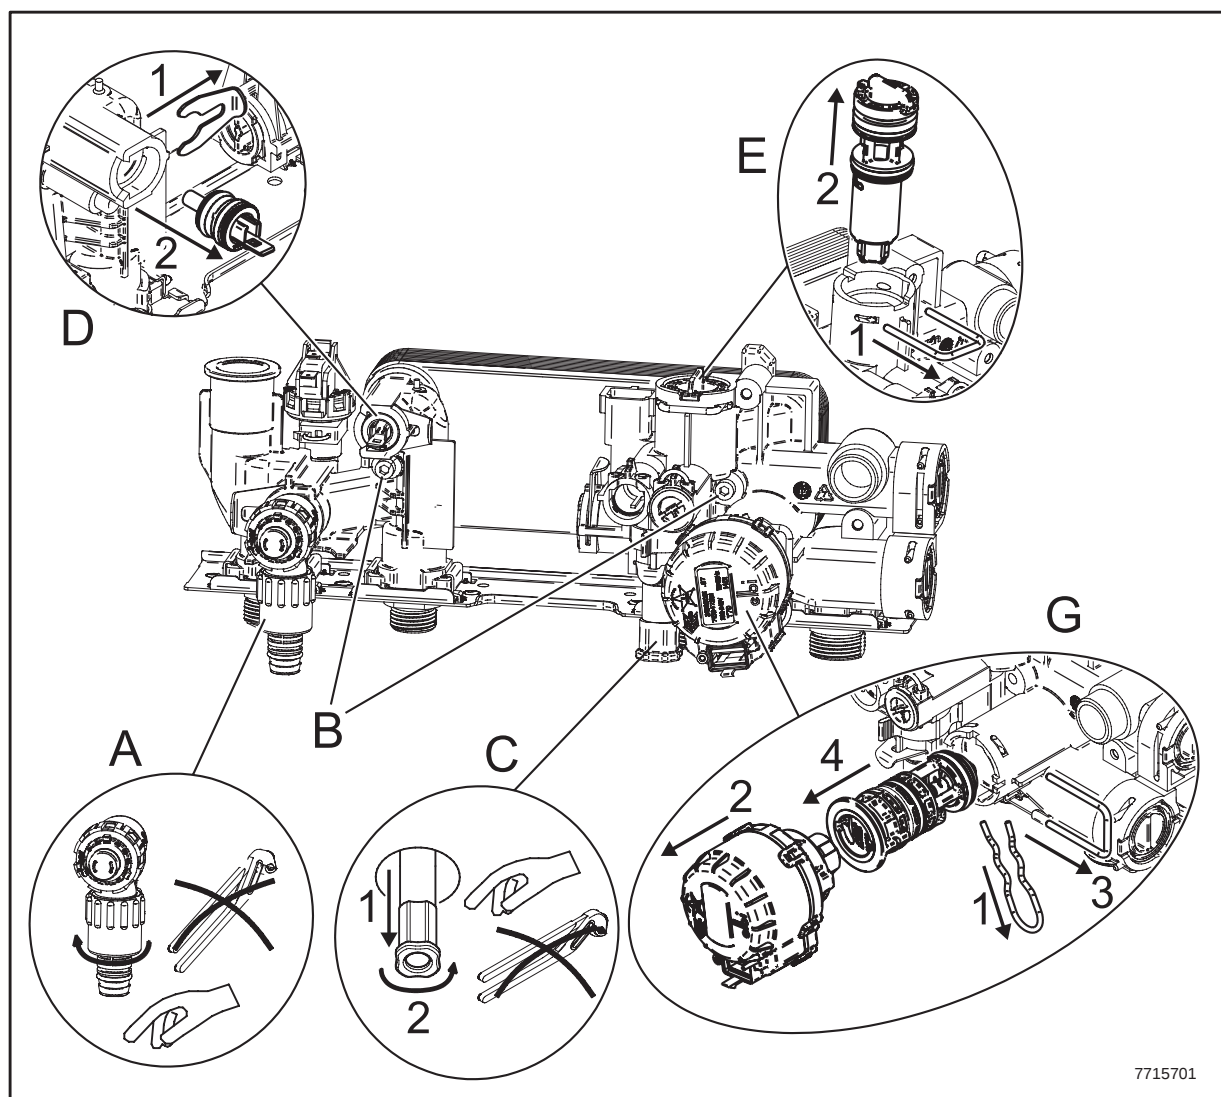

Figura 16
El filtro del agua sanitaria se encuentra en el interior de un cartucho extraíble colocado en la entrada del agua fría (E) (figura 16). Para limpiar el filtro actuar según se indica a continuación:
- quitar la grapa 1E de la figura 16;
- quitar el filtro (2E figura 16);